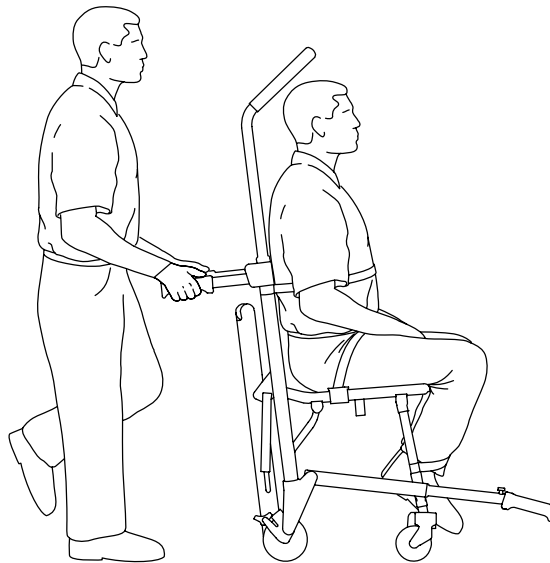

Figura 5 – Transporte do ocupante
1. Empurre e guie a cadeira com as pegas na extremidade do lado da cabeça, o tubo do apoio para as costas ou a pega de controlo superior (Figura 5).